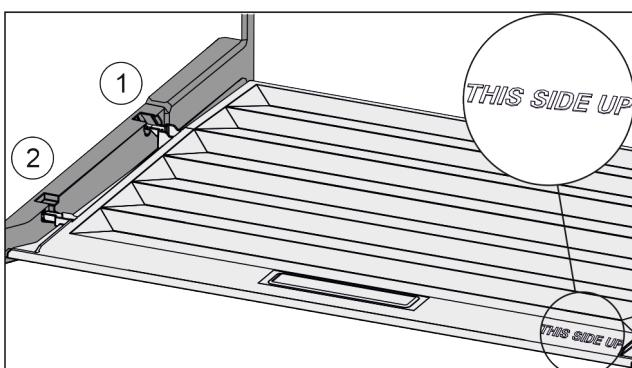

Fig. 26
- Вставить поперечные ребра крышки через отверстие заднего держателя Fig. 26 (1) и защелкнуть спереди в держателе Fig. 26 (2).